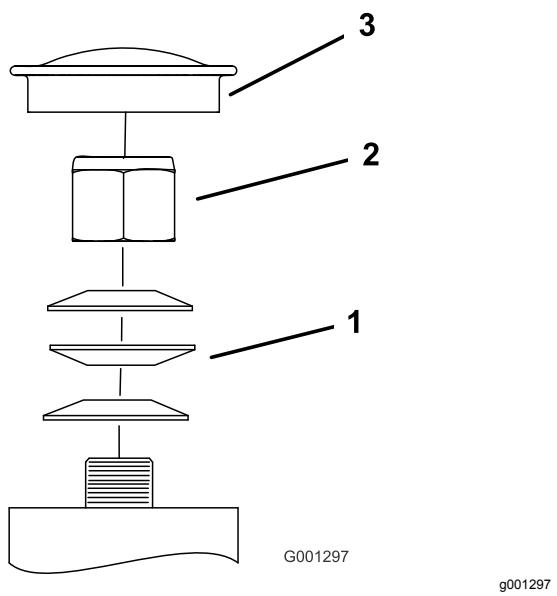

Figure 68
3. Retirez le capuchon antipoussière de la roue pivotante et serrez le contre-écrou (Figure 68).
4. Continuez de serrer le contre-écrou jusqu'à ce que les rondelles élastiques soient aplatis, puis desserrez-le de 1/4 de tour pour obtenir la précharge correcte des roulements (Figure 68).
Important: Veillez à placer les rondelles élastiques comme illustré à la Figure 68.
5. Reposez le couvre-moyeu (Figure 68).